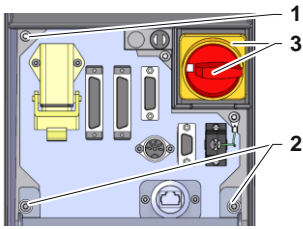
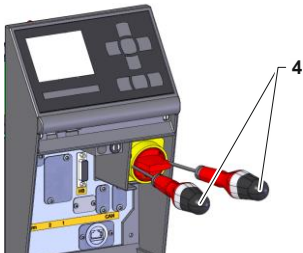

Fig. 1: Tôle d'interface
Fig. 2: Retirer le couvercle à l'aide de la poignée
3. Remplacer 1 vis (marquage 1 → Fig. 1) par des vis M4x10 (→ liste des pièces N° 05).
4. Remplacer 2 vis (marquage 2 → Fig. 1) par des vis M4x16 (→ liste des pièces N° 06).
5. Enfoncer deux tournevis pour vis à fente (marquage 4 → Fig. 2) entre le couvercle et la poignée (marquage 3 → Fig. 1), détacher puis retirer.